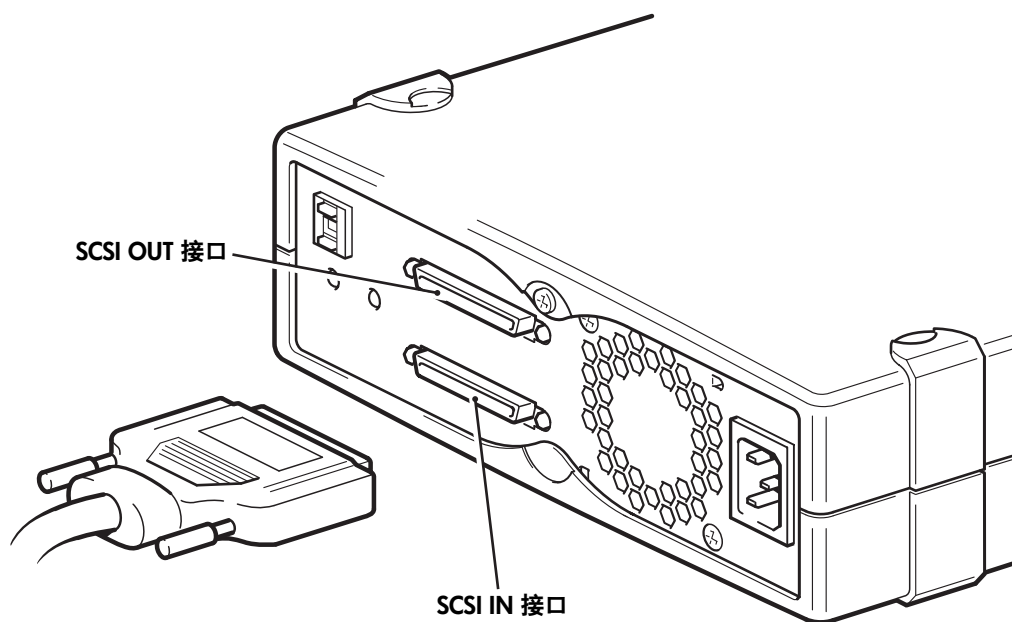

图 5：连接 SCSI 电缆
- 4 将 SCSI 电缆上的 HD 接头连接到磁带机后面板上的 SCSI-IN 接口，并拧紧螺丝将其固定。（见图 5）**切勿**将电缆连接到 SCSI-OUT 接口。